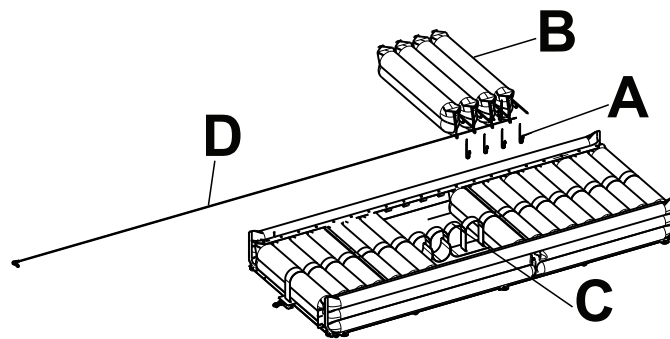

Figure 9 – Cellules d'air AST retirées
8. À l'aide d'une pince diagonale, couper les quatre serre-câbles en nylon (A) des raccords des cellules d'air du collecteur à deux lignes/AST (B) (Figure 9).
10. Faire glisser la cellule à air AST à travers la ceinture centrale (C) et la retirer. Répéter pour les quatre cellules d'air AST.